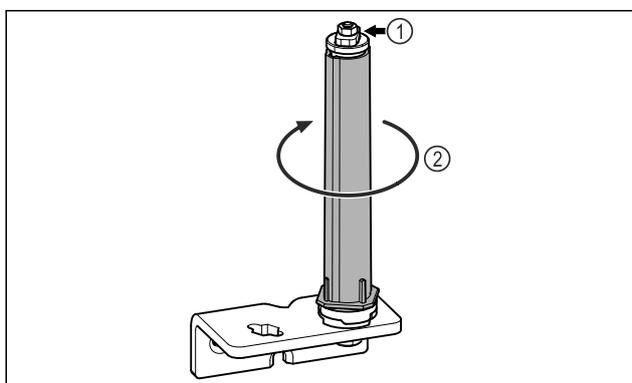

Fig. 28
- Non disassemblare il sistema di chiusura della porta Fig. 28 (1).
- Ruotare il sistema di chiusura Fig. 28 (2) finché non scatta.